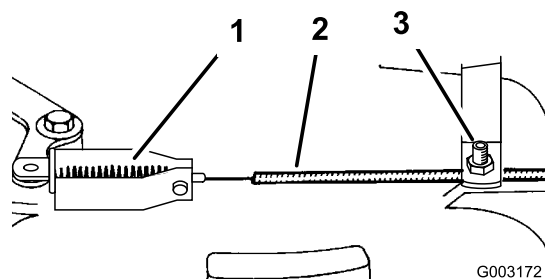

Figura 31
3. Allentate la vite del morsetto finché la guaina del cavo del freno non scorre (Figura 31).